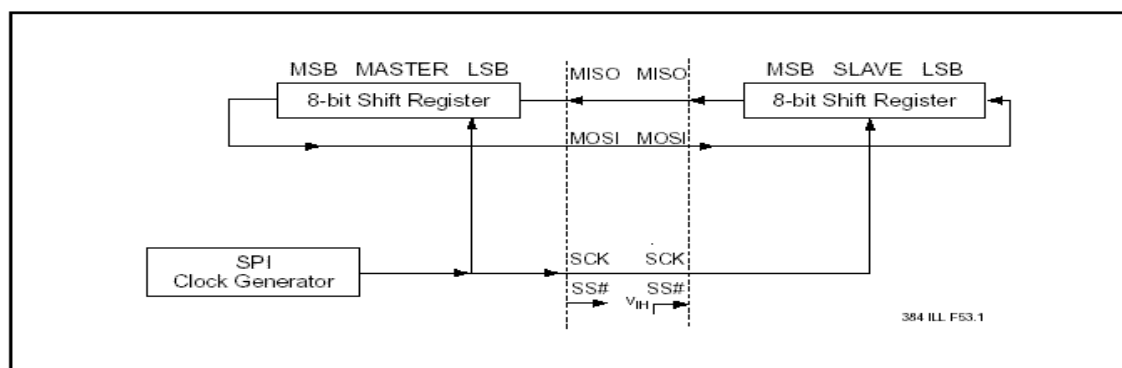

图 9-6-1: SPI 主-从连接
图 9-6-1 展示了主和从 SPI 器件之间的数据通信。SCK 引脚是主/从模式下的时钟输出/输入。在向主机的 SPI 数据寄存器写数后，SPI 时钟发生器启动，这样被写入的数据就从主机的 MOSI 输出，进入从机的 MOSI。在完成一字节的数据传送后，SPI 时钟发生器停止、SPIF 标志位置位。SPI 中断请求将产生，如果 SPI 中断允许位 (SPIE) 和串行中断允许位 (ES) 都被置位的话。外部主机驱动从机选择输入脚 SS#/P1[4] 为低来选择 SPI 模块作为从机。如果 SS#/P1[4] 没有置为低，从机 SPI 单元将不被激活，MOSI/P1[5] 仍可用作普通输入引脚。